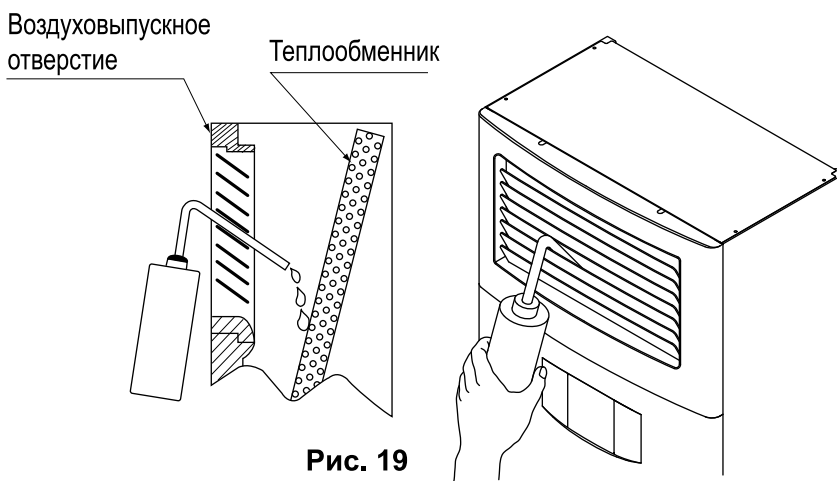

Рис. 19
- Осторожно влейте около 1 литра воды через воздуховыпускное отверстие таким образом, чтобы вода попадала непосредственно на теплообменник под углом, не образуя при этом брызг. (См. рис. 19)